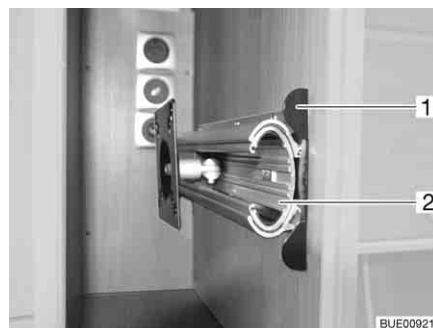

Fig. 85 Support dans le meuble de télévision
- Enfoncer la barre de déverrouillage (Fig. 85,1).
- Faire entièrement sortir la rallonge (Fig. 85,2).
- Faire coulisser la rallonge (Fig. 85,2) jusqu'à ce que la barre de déverrouillage (Fig. 85,1) s'encliquette.